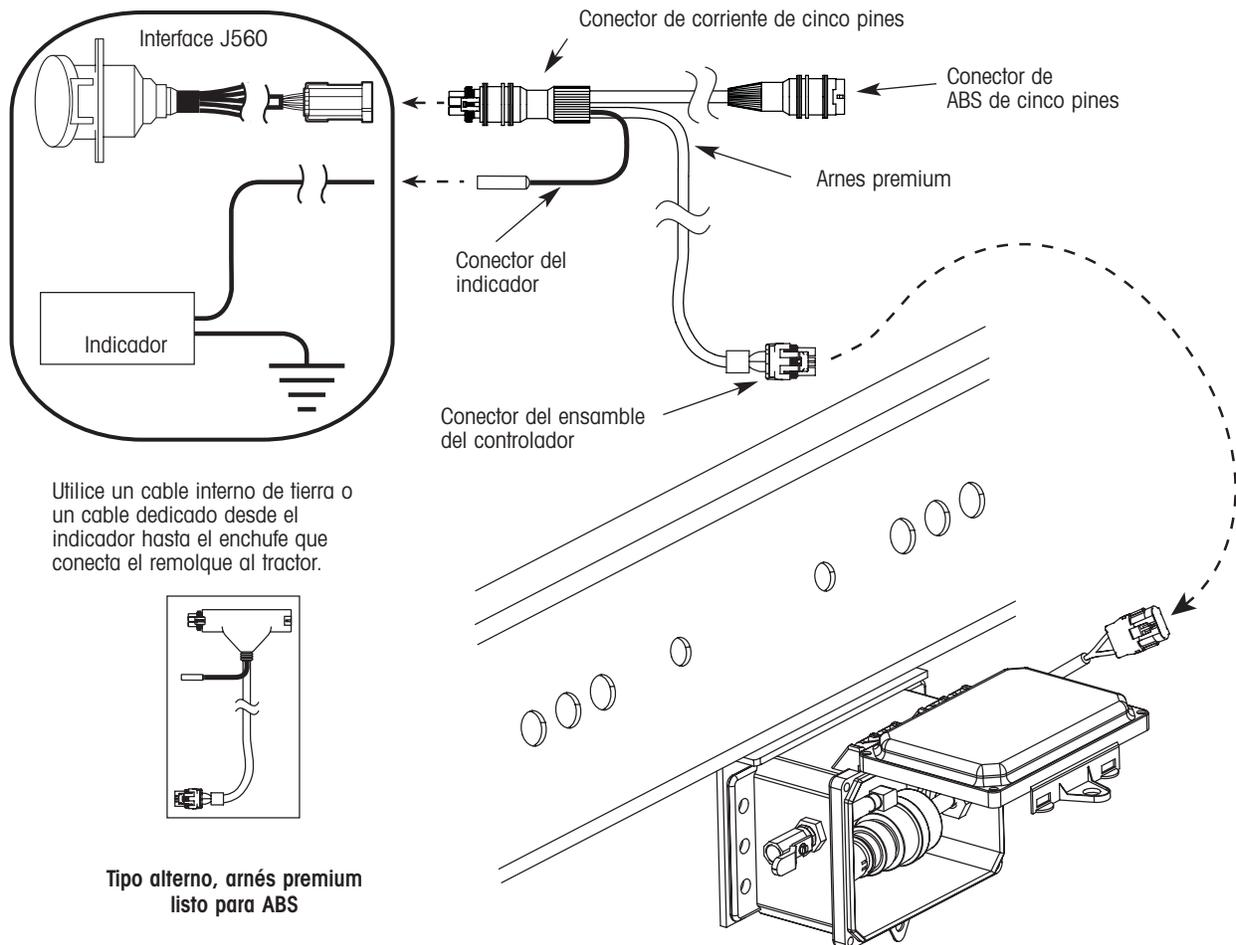

Figura 36. Reemplazo del arnés premium
1. Desconecte el conector ABS de cinco pines (figura 36).